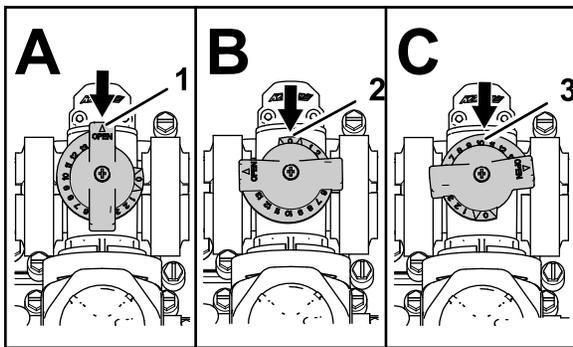

Figura 23
- La válvula de desvío de agitación se encuentra en la posición de Abierta como se muestra en la Figura 23, A.
- La Figura 23, B, muestra la válvula de desvío de agitación en la posición de Cerrado (0).
- La válvula de desvío de agitación se encuentra en una posición Intermedia (relativa al manómetro del sistema de fumigación) como se muestra en la Figura 23, C.